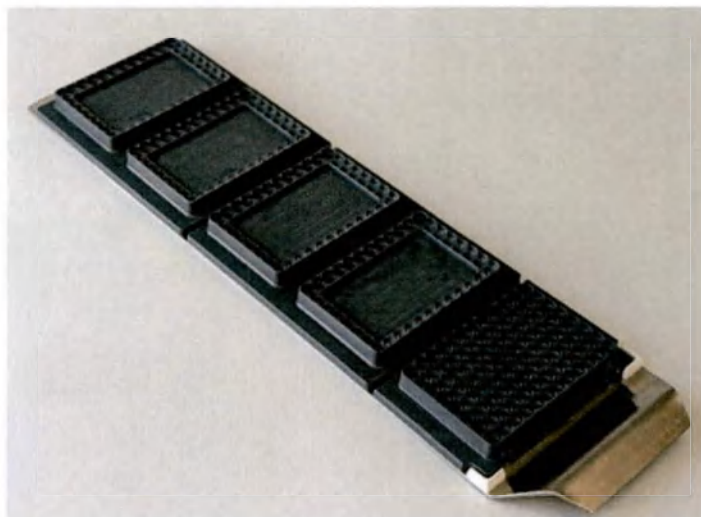

Рис. 10. Дектрей для глубоколоночных планшетов.
5.5.5. *Дектрей для глубоколоночных планшетов*, на которых может размещаться магнитная голова, глубоколоночные планшеты (Рис. 10).